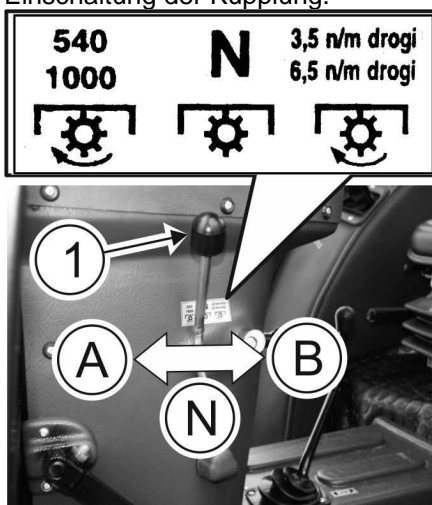

Abb. F-32a Steuerhebel der Heckzapfwelle (ABHÄNGIG-UNABHÄNGIG) (links der Lenksäule) und Piktogramm.
1. Hebel 1 (Abb. F-32a) in Stellung N (neutral) verstellen.
1. Wählhebel 1 des Zapfwellenantriebs (Abb. F-32a) in Stellung N (neutral) verstellen.
- UNABHÄNGIG UND ABHÄNGIG - wird mit Hilfe des Hebels 1 (Abb. F-32a) während der Fahrt des Schleppers ausgeführt.